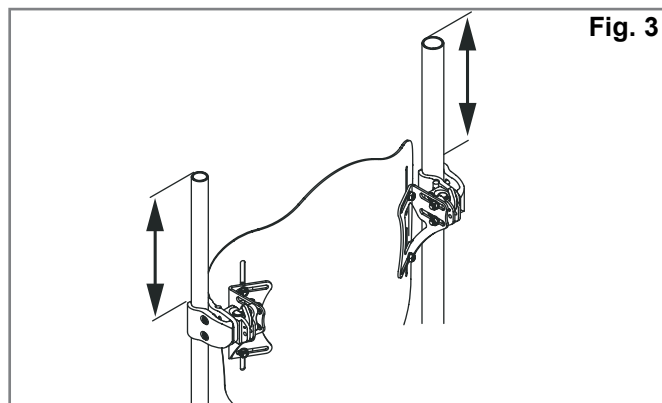
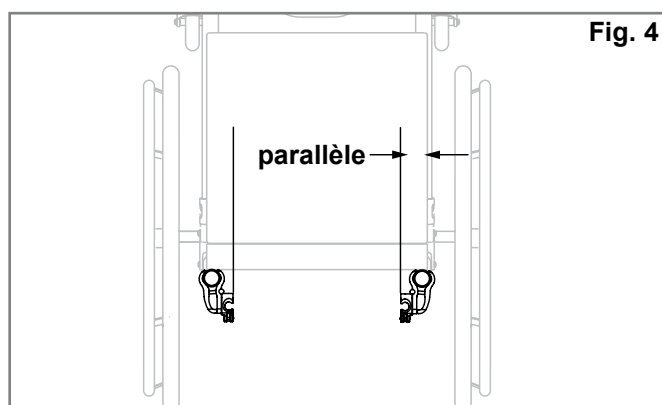

Fig. 3
Fig. 4
Instructions relatives au montage des fixations (Figs. 3, 4, 5)
2. Déterminez visuellement l'emplacement des fixations sur les montants du dossier du fauteuil. Les fixations doivent être à peu près à hauteur égale sur chacun des montants (Fig. 3) et parallèles au châssis d'assise (Fig. 4). En général, il est préférable de placer les fixations relativement haut sur les montants.